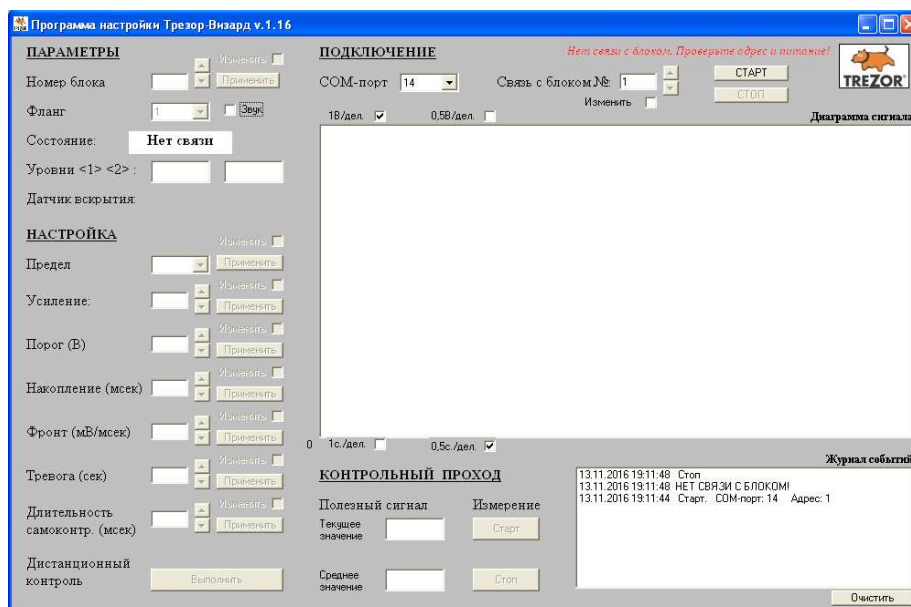

Рисунок 5
4.1.6. При неудачном соединении (рис. 5) проверьте правильность подключения соединительной линии, номер СОМ-порта и номера блока. Повторите попытку.